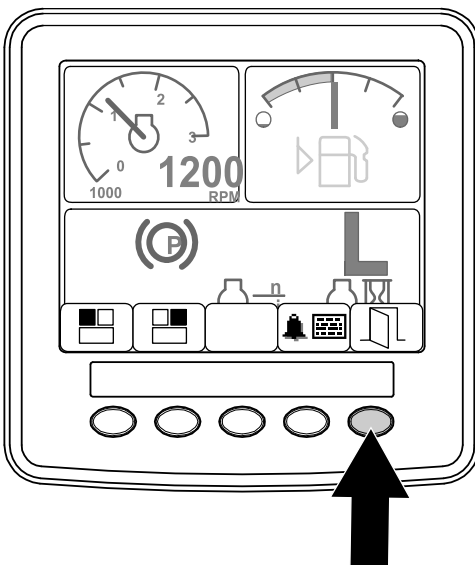

Figure 8
2. Appuyez de manière prolongée sur le bouton 5 pour accéder au MENU PRINCIPAL (Figure 8).